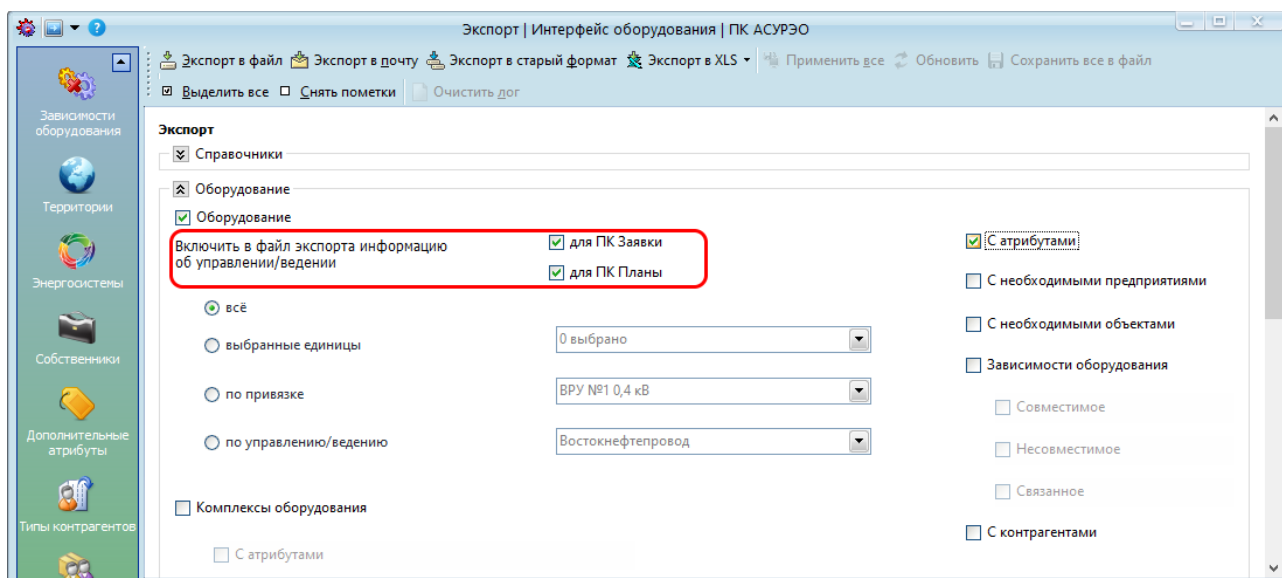

Рисунок 21.21 – Экспорт оборудования с информацией об управлении / ведении
- **«Включить в файл экспорта информацию об управлении / ведении: для АСУРЭО и для ПК «Планы»** - в файл экспорта вносится оборудование с информацией об управлении / ведении для выбранного оборудования в зависимости от принадлежности к задаче (см. раздел «6.5 Определение принадлежности к задаче») (Рисунок 21.21).